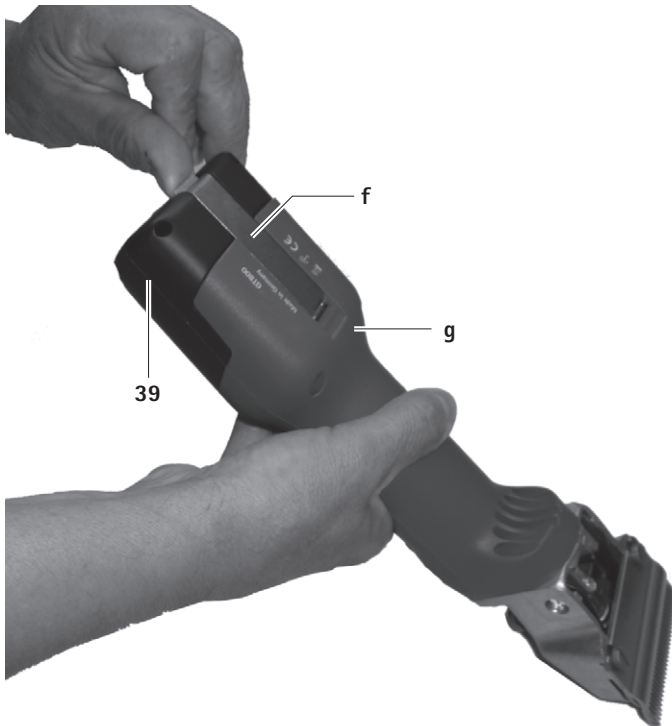

Fig. 1
- Sujetar la esquiladora a batería **g** con el cabezal de corte hacia abajo para que la batería de iones de litio **39** no caiga al suelo al soltarla, ver Fig. 1.